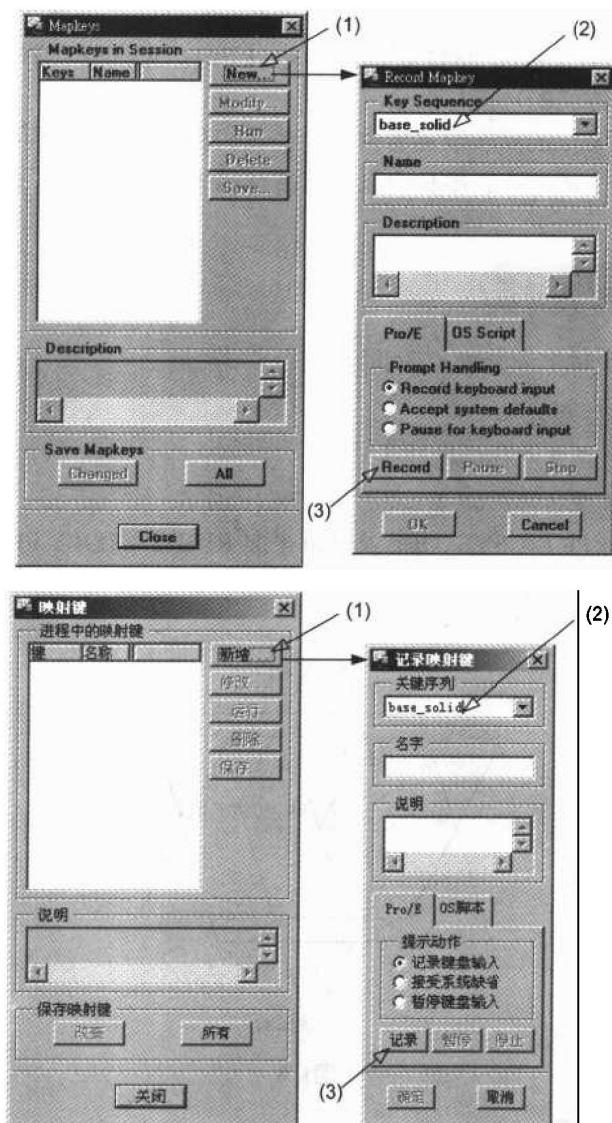

图1.7
- [在 Mapkeys(映射键)对话框中单击 New(新增)按钮, 如图 1.7(1)所示]
- [出现 Record Mapkey(记录映射键)对话框, 如图 1.7 右图所示]
- [在 Key Sequence(关键序列)下拉列表框中输入映射键的名称: base_solid, 如图 1.7(2)所示]
- [在 Record Mapkey(记录映射键)对话框中单击 Record(记录)按钮, 如图 1.7(3)所示]